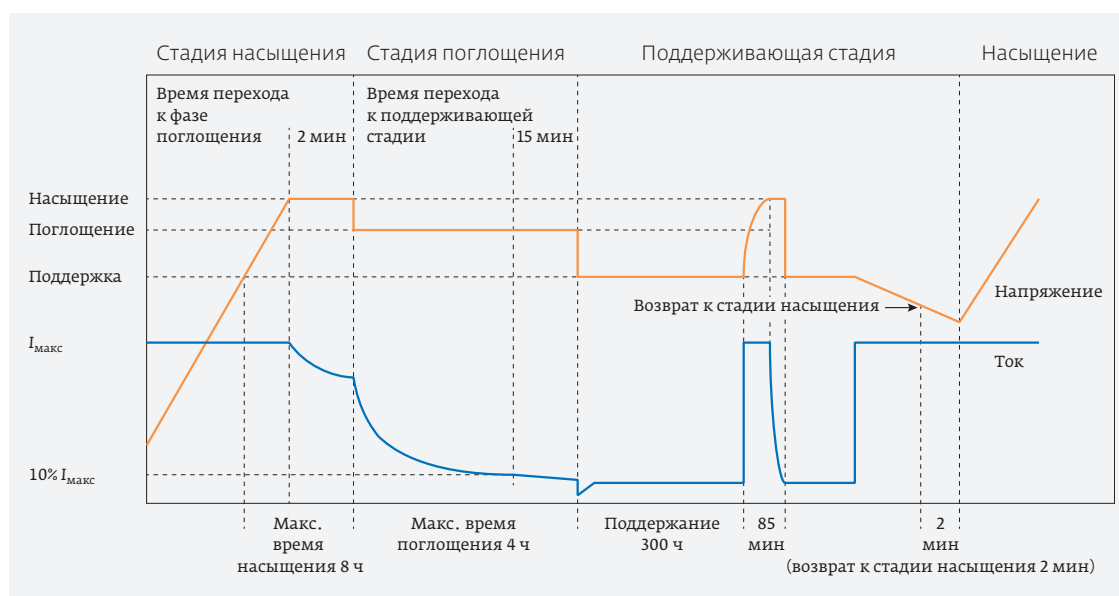

Рис. 6. Зарядка АКБ
**Функция заряда аккумуляторной батареи.** Источники питания серии SP-3U/6U имеют встроенный функционал, позволяющий осуществлять зарядку аккумуляторных батарей различного типа (свинцово-кислотных, литиевых, никель-кадмиевых и др.). Источники питания обеспечивают трехступенчатый процесс заряда батареи (рис. 6). Программное обеспечение позволяет осуществлять управление ходом зарядки, производить корректировки параметров кривой заряда батареи в реальном времени.